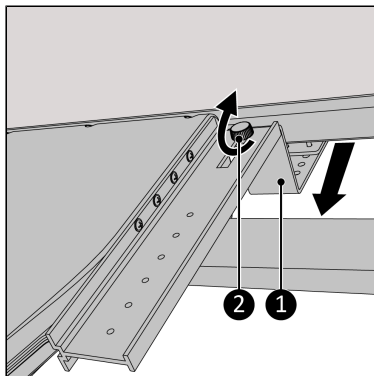

Figura 99.
9. Trageți suportul cât mai mult posibil spre dumneavoastră (Figura 99, nt. 1) astfel încât să se fixeze corect.
10. Strângeți capacul filetat (Figura 99, nt. 2).